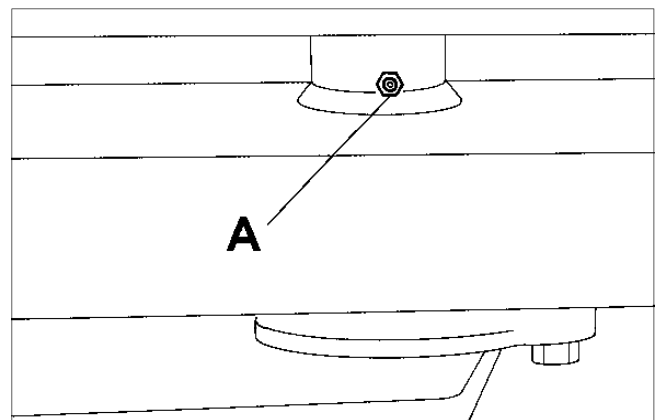

Fig.32
- (e) Achsschenkel des Hinterrades (A Bild 32).
- (c) Perno centrale dell'assale posteriore (A Fig. 32)